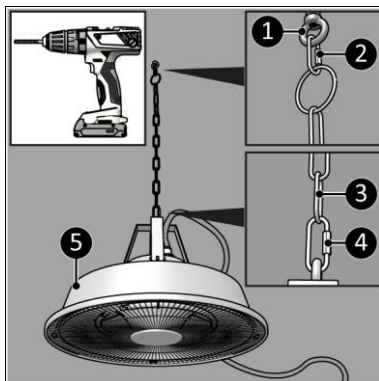

Figura 7
2. Introduceți bulonul cu pană în gaură (Figura 7, poz. 1).
3. Atașați cârligul de carabină (Figura 7, poz. 2) la inelul lanțului de ancorare (50 cm) și bulonul cu pană cu inel de ancorare (Figura 7, poz. 1).
4. Atașați cârligul de carabină (Figura 7, poziția 4) la celălalt capăt al lanțului suspendat (50 cm) (Figura 7, poziția 3) și inelul de ancorare al dispozitivului (Figura 7, poziția 5).
3. Atașați cârligul de carabină (Figura 7, poziția 4) la lanțul suspendat (Figura 7, poziția 3) și inelul de ancorare al dispozitivului (Figura 7, poziția 5).